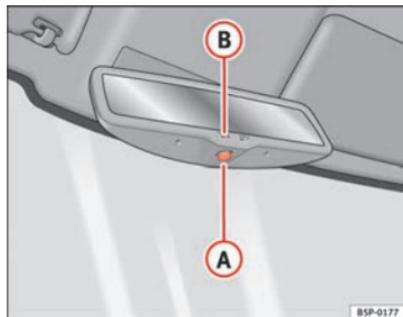

Fig. 63 Rétroviseur intérieur avec réglage automatique de position anti-éblouissement.
- Appuyez sur la touche **A** ⇒ fig. 63. Le témoin **B** s'éteint.
- Appuyez sur la touche **A** ⇒ fig. 63. Le témoin s'allume.